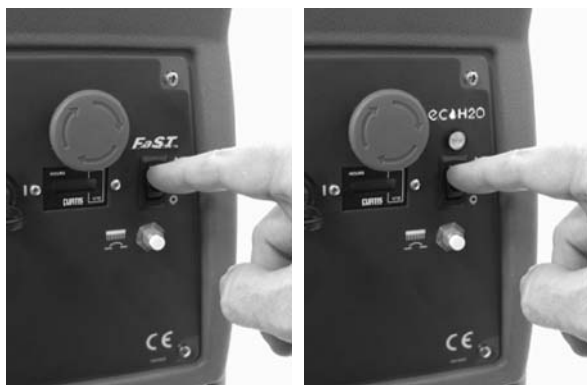

FIG. 14
3. **Modèle FaST:** Pour le brossage moussant, placez le bouton du système FaST en position de marche (I) (Figure 14).
**Modèle ec-H2O:** Placez le commutateur du système ec-H2O en position de marche (I). (Figure 14).